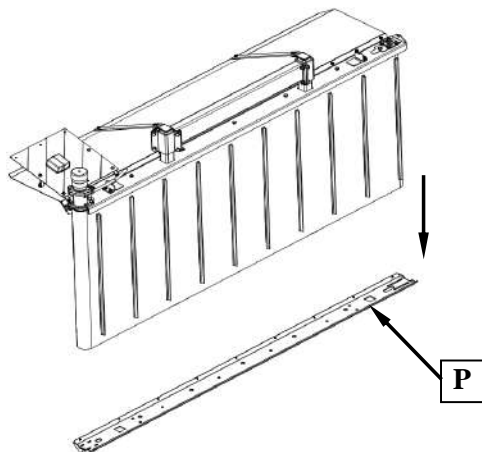
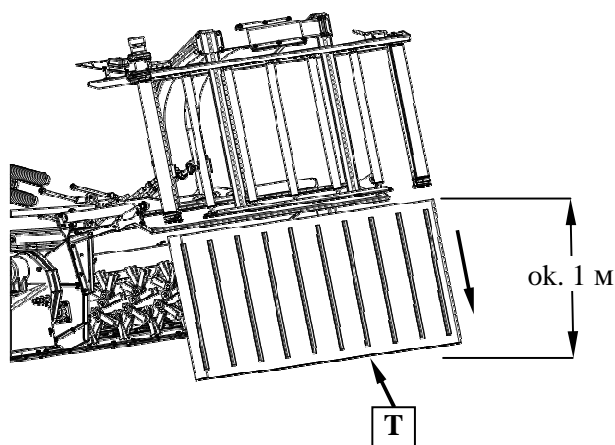

Рис. 44.
Рис. 45.
2. Демонтировать передний пояс в нижней части транспортера **Р** (Рис. 44). Стянуть ленту **Т** вниз (Рис. 45).